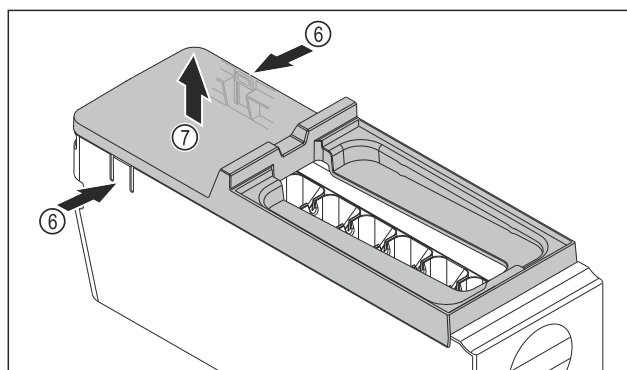

Fig. 146
- ▶ Abdeckung des EasyTwist-Ice-Korpus entnehmen: Laschen Fig. 146 (6) an den beiden Seiten des EasyTwist-Ice-Korpus mit einer Hand drücken.
- ▶ Abdeckung Fig. 146 (7) mit der anderen Hand nach oben entnehmen.